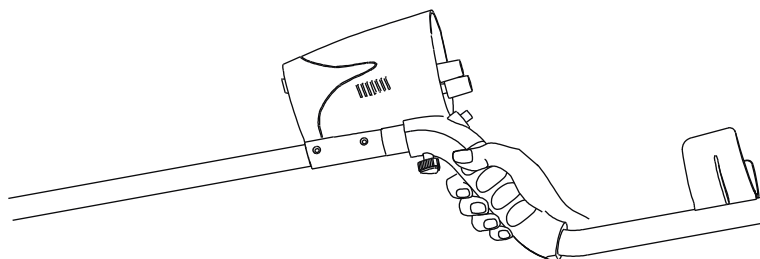

Figura 2
2. Alinhe os parafusos roscados na parte inferior do manípulo com os botões, na parte inferior da caixa de controlo, e prenda-os com os parafusos (Figura 2).